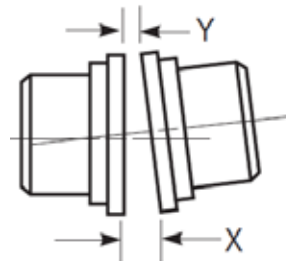

Figure 5 - Désalignement angulaire
8.2. La valeur du « désalignement angulaire » est la différence maximale entre les mesures X et Y prises sur les extrémités opposées des brides de moyeu, comme indiqué à la figure 5.